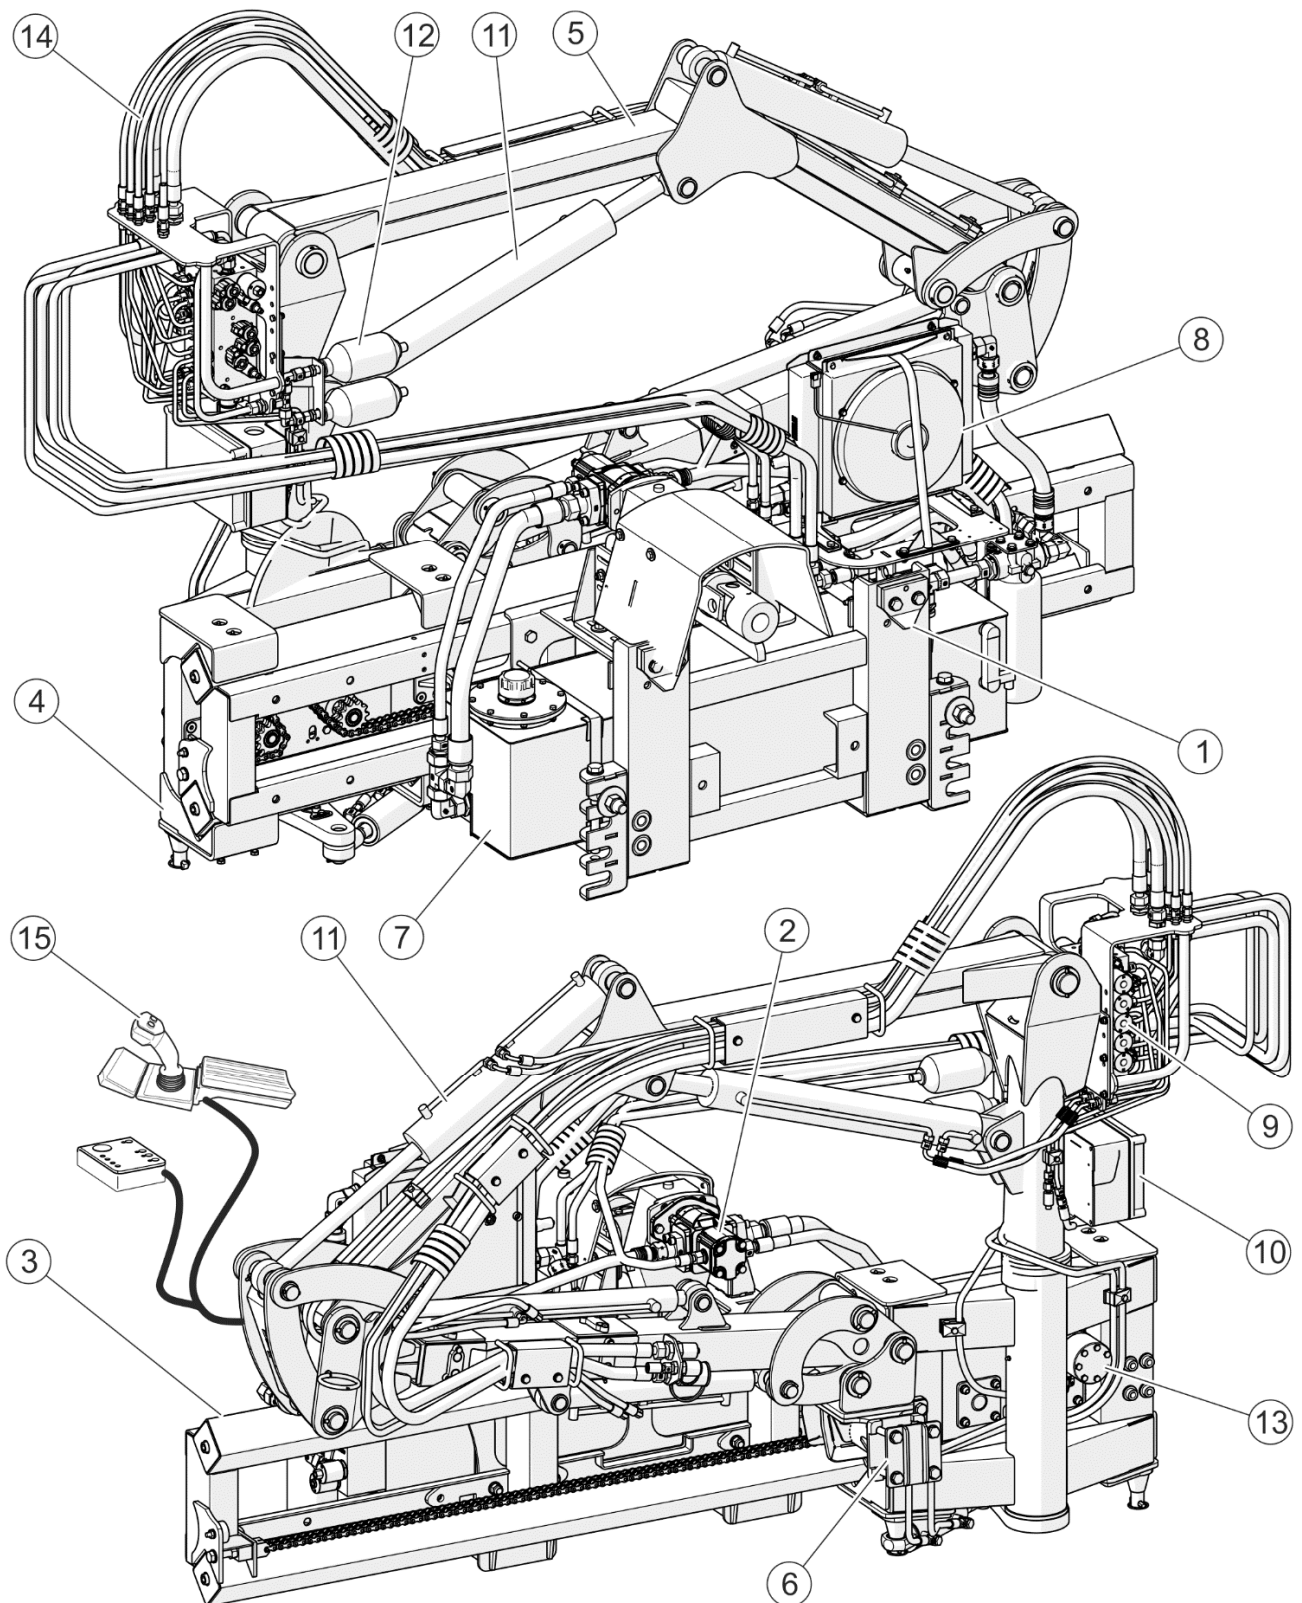

FIGURA 3.1 Construcție generală
Elementul principal al sistemului de suspensie (FIGURA 3.1) al brațului multifuncțional sunt elementele de conectare (1) tip A (conform DIN 76060) sau tip B (conform DIN 76060) sau tip SETRA fixate pe cadrul brațului și responsabile sunt pentru conectarea sistemului frontal de suspensie ale suportului universal de unelte.